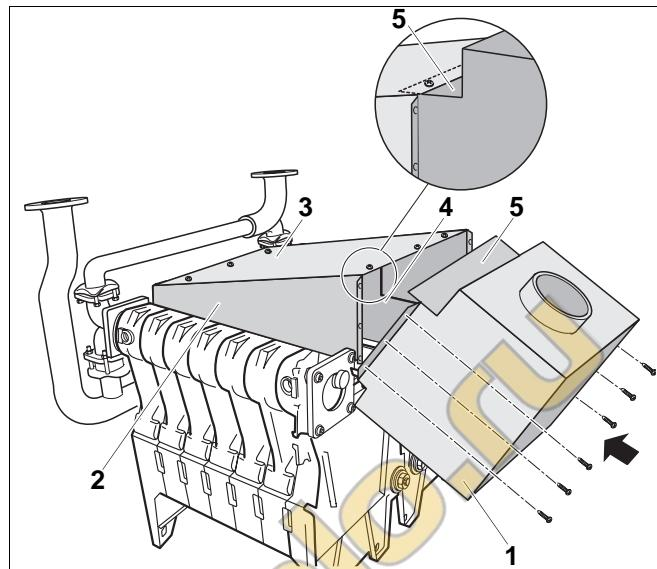

Рис. 43 Установка прерывателя тяги
При поставке с запорным клапаном дымовых газов (по специальному заказу) этот клапан должен быть встроен в прерыватель тяги (рис. 43, **поз. 1**) перед его монтажом, см. отдельную прилагаемую инструкцию по монтажу.
- Прерыватель тяги (рис. 43, **поз. 1**) крепится шестью короткими винтами с плоской головкой 3,9 x 9,5 к боковым стенкам (рис. 43, **поз. 2**) коллектива дымовых газов.
При монтаже прерывателя тяги (рис. 43, **поз. 1**) нужно следить за тем, чтобы верхний лист (рис. 43, **поз. 5**) прерывателя (рис. 43, **поз. 1**) находился между перегородкой (рис. 43, **поз. 4**), боковыми стенками (рис. 43, **поз. 2**) и крышкой для чистки (рис. 43, **поз. 3**).
- Затянуть все винты крышки для чистки (рис. 43, **поз. 3**).
- Следите за тем, чтобы уплотнение крышки для чистки (рис. 43, **поз. 3**) не было повреждено.
При трудностях с монтажом прерывателя тяги (рис. 43, **поз. 1**) можно слегка ослабить винты крышки для чистки (рис. 43, **поз. 3**) или боковых стенок (рис. 43, **поз. 2**). После установки прерывателя тяги затянуть все винты.